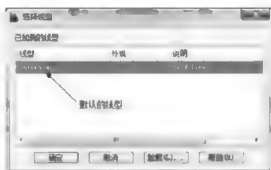

图 2-52
(2) 设置图层线条线型。在默认情况下,新创建的图层线条线型为“Continuous”,在图纸绘制过程中往往不能满足绘图的需求,此时,需要通过设置图层线型来满足各种绘图的要求。下面通过设置轴线的线型为例,具体介绍图层线型的设置。接着上面往下做。
**步骤 1:** 单击“轴线”图层右边的 Continuous 线型名称,弹出【选择线型】对话框,如图 2-52 所示。在默认情况下只有“Continuous”一种线型。